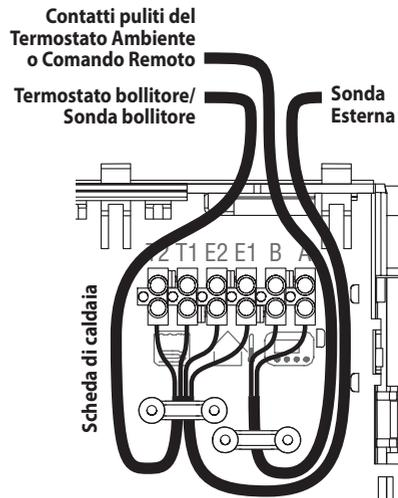

Figura 5.21
- Collegare ai morsetti T1 e T2 della morsetti i due conduttori elettrici come indicato in Figura 5.21.